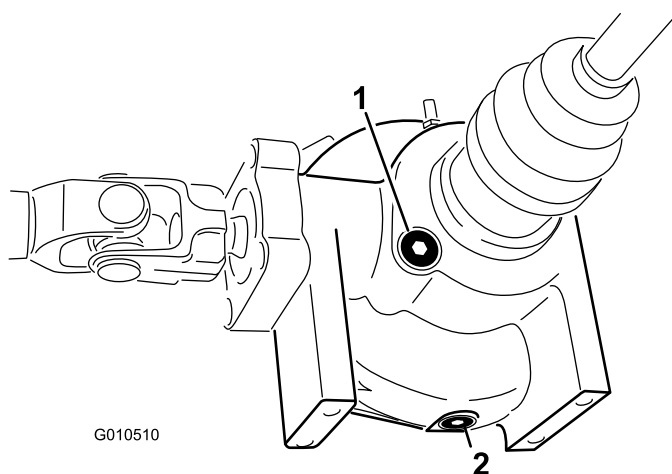

Figura 50
2. Pulite la zona attorno al tappo di spurgo sul lato del differenziale (Figura 50). Collocate una bacinella di spurgo sotto il tappo di svuotamento.